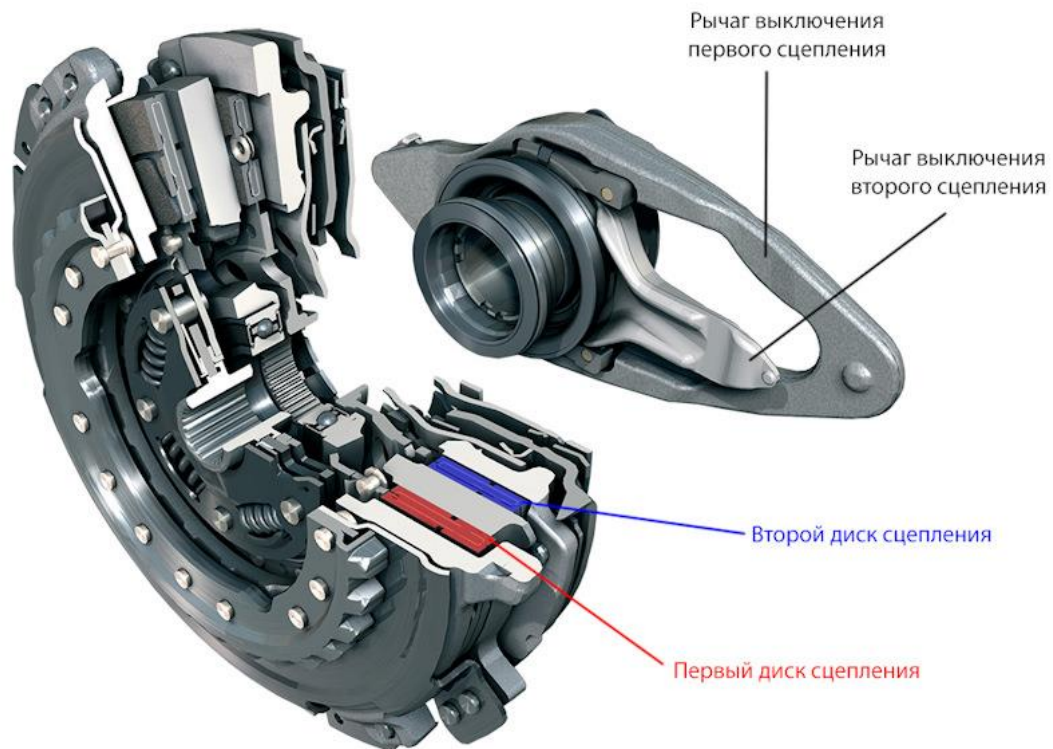

Рисунок 15 - Двухдисковое сцепление
2. Роботизированные коробки с двумя сцеплениями (рисунок 15), работающие не важно, в сухом или мокром картере, очень часто могут требовать калибровки дисков сцепления. Процедура производится программно, и при небольшой выработке на дисках может продлить на какое-то время работоспо-